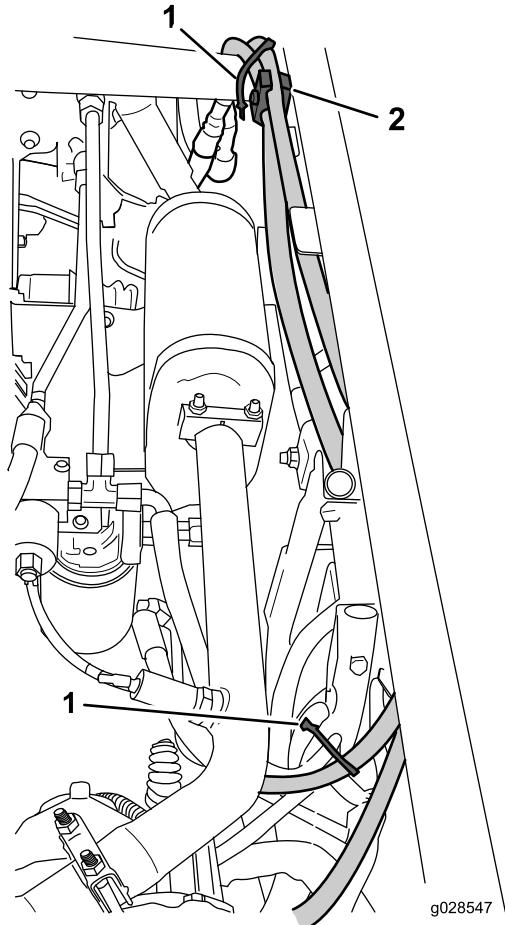

Bild 10
2. Befestigen Sie eine Steckerschnellkupplung am Buchsenende des Hydraulikschlauchs vom Hubauslegerventil (Bild 10).
4. Befestigen Sie die Schläuche mit zwei Kabelbinden, einer Schlauchklemme und einem Spannbolzen an den Stellen, die in Bild 10 abgebildet sind.